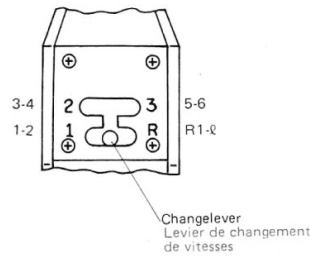

Fig. 6
- (5) Handling the speed shift lever
- Three forward and one reverse speeds can be selected by using this lever (Fig. 6). By combining with the Low and High speed operation of the main clutch lever, the tiller allows an operator to select appropriate speed among the six forward and two reverse speeds.
- (5) Manipulation du levier de changement de vitesse
- Ce levier permet de choisir 3 vitesses avant et 1 vitesse arrière (Fig. 6). En combinant l'emploi du levier d'embrayage principal pour vitesse lente et rapide, on dispose d'un choix entre 6 vitesses avant et 2 vitesses arrière.